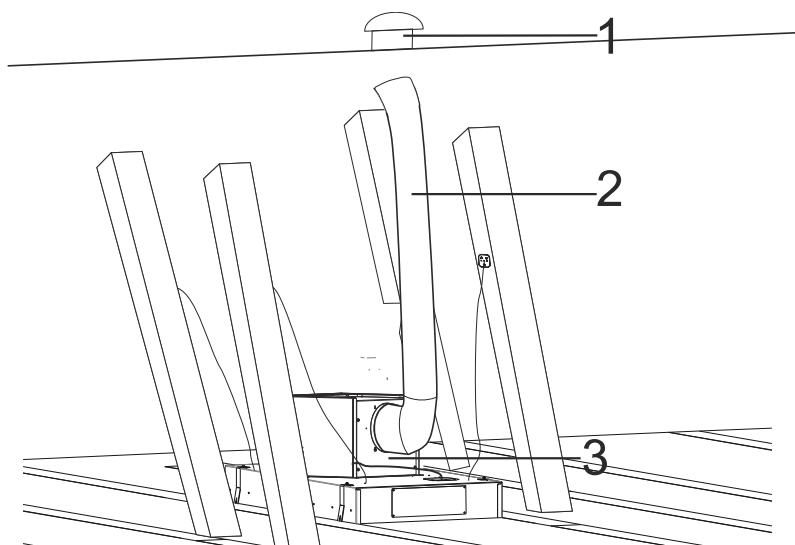

Fig. 15
9. ➔ Tilslut den ene ende af aftrækskanalen på aftræksstuden oven på emhætten og den anden ende til taghætten (læs punkt 2 under afsnit: Larm & Støj (fra motor)* for gode råd)Fig. 15).